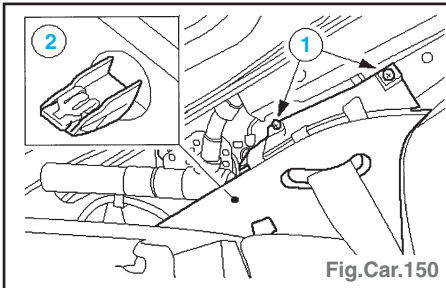

Fig.Car.150
- Détacher le panneau de garnissage central de montant **C** et le positionner de côté (Fig.Car.150) :
- déposer les vis de fixation (1),
- détacher le clip de fixation (2).